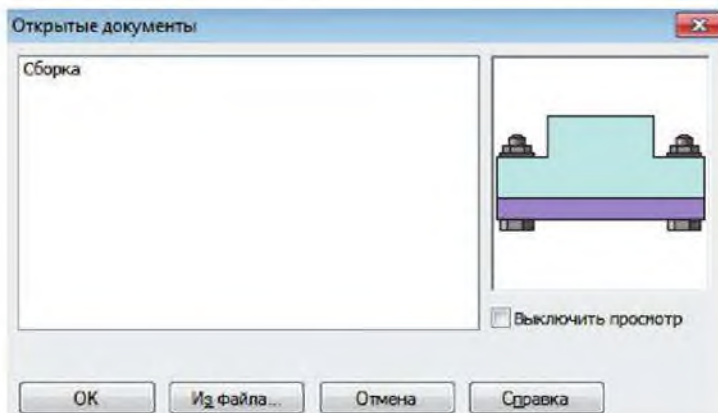

Рисунок 12.19 Выбор документа *Сборка* для построения видов
2. Активизировать панель инструментов *Виды*  → *Стандартные виды* . В открывшемся окне выбрать нужный файл – *Сборка* (рисунок 12.19).